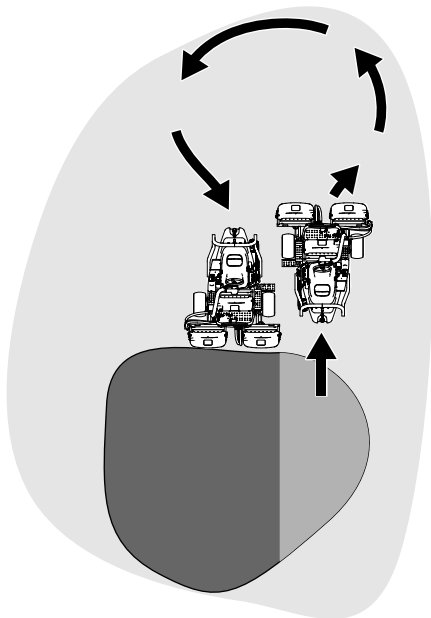

图23
- 要缩短下一趟剪草的操作时间并方便剪出直线，应轻轻朝相反方向转动机器，然后再转向未剪部分；进行泪滴状的转弯（图23），快速对齐，进行下一趟剪草。